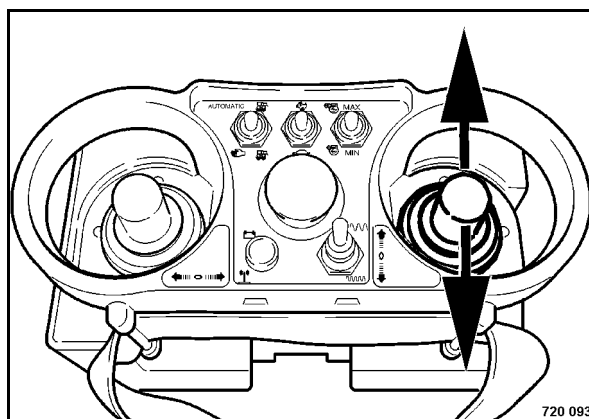

Рис. 44
- Передвинуть рычаг движения (Рис. 44) вперед или назад.